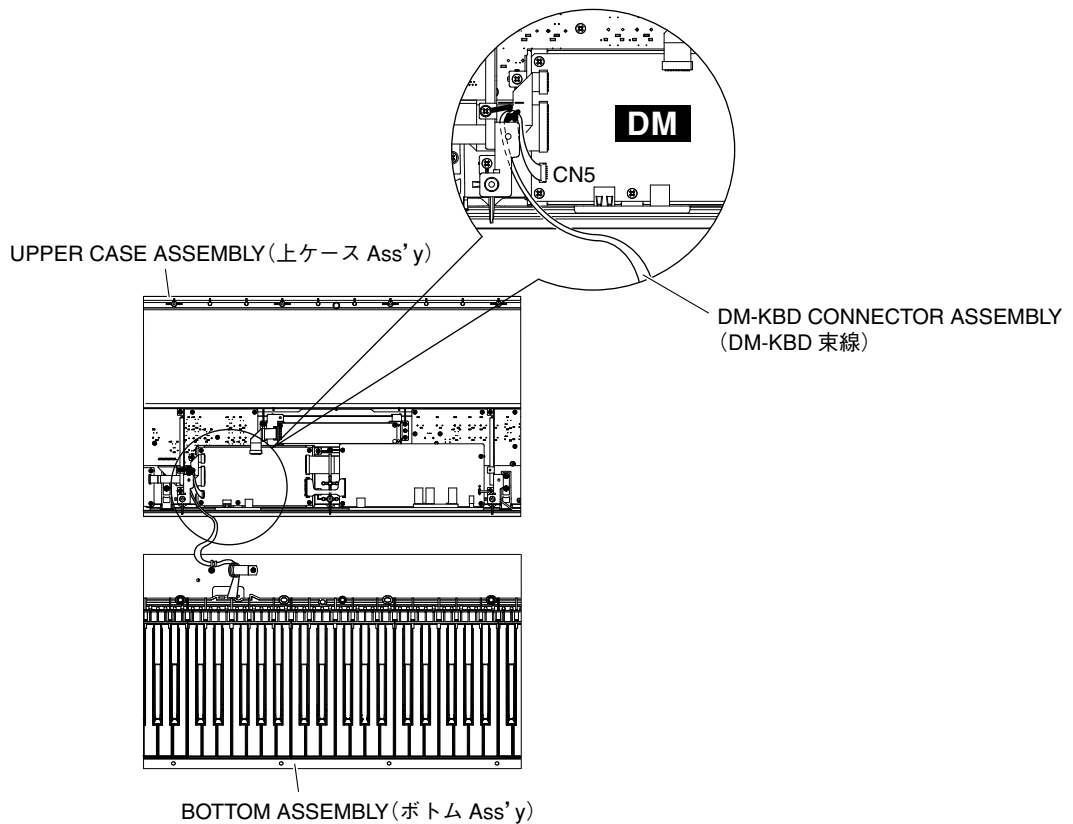

Fig. 2 (図 2)
- 1-4. Disconnect the DM-KBD connector assembly. (Fig. 2)
- 1-4. DM-KBD 束線を外します。(図 2)